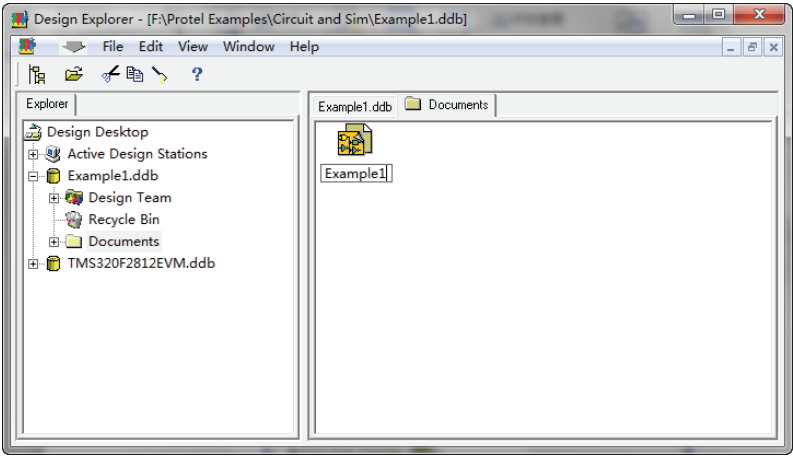

图 1-17 重命名文件
6) **Rename**: 该命令用来重命名当前选中的文档。执行该命令，选中的文档名将可以编辑修改，如图 1-17 所示，此时用户可以重新输入文件名。